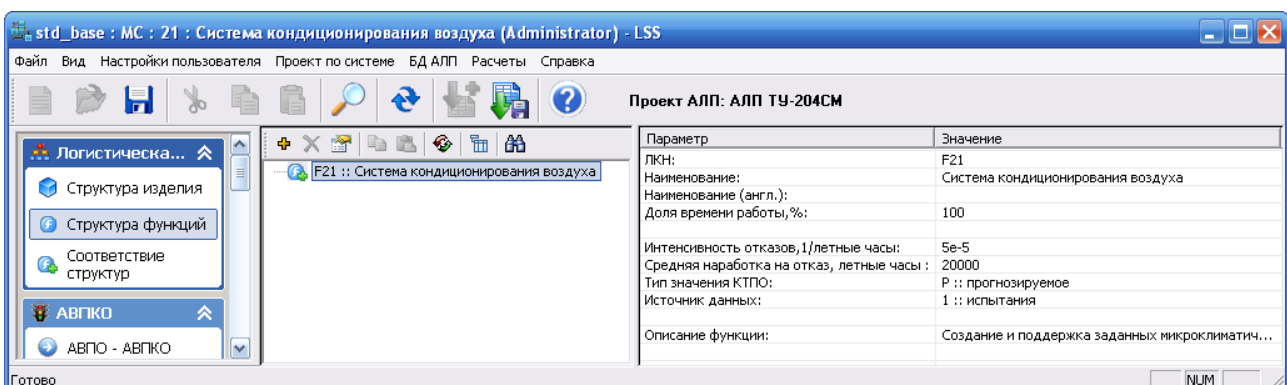

Рис. 4-7
- Для сохранения введенных данных и закрытия окна **Элемент ЛСФ** нажмите на кнопку **ОК**. При этом на вкладке **Структура функций** появятся введенные данные корневого элемента (рис. 4-7).